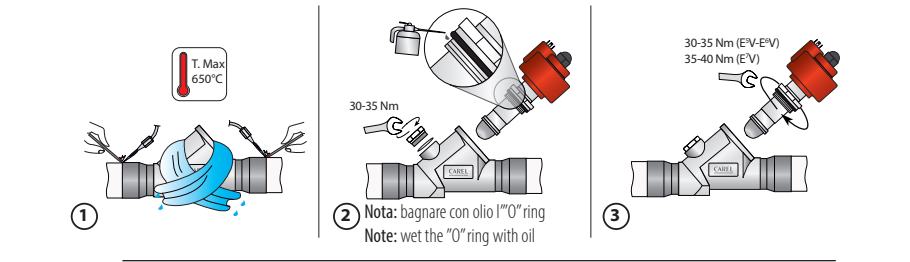

Fig. 2
Le valvole E5V, E6V, E7V devono essere saldate al circuito mediante brasatura dei raccordi in rame ai tubi di uscita condensatore (IN) e di ingresso evaporatore (OUT). Seguire la successione indicata in Fig. 2 seguendo in questo modo:
The E5V, E6V, E7V valves must be joined to the circuit by braze welding the copper fittings to the condenser outlet (IN) and evaporator inlet pipes (OUT). Proceed as indicated in Fig. 2.